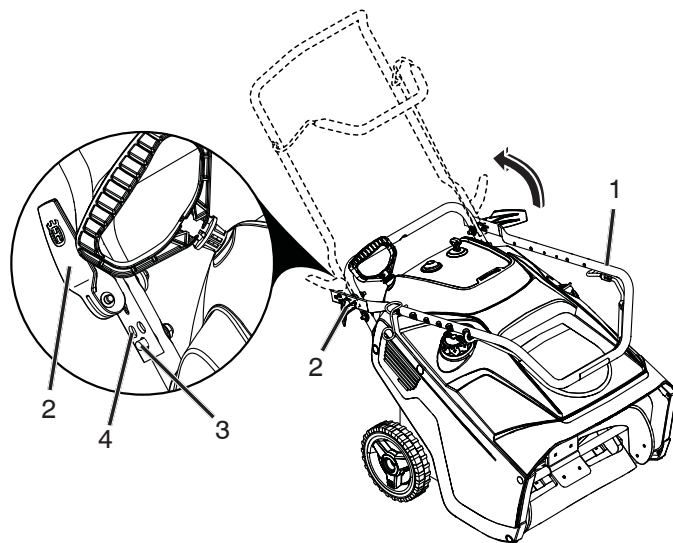

Figure 2
1. Levez la poignée à la hauteur désirée et fermez le levier de réglage en veillant à ce que la goupille de positionnement de la poignée inférieure soit insérée dans l'un des orifices de la poignée supérieure (Figure 2).